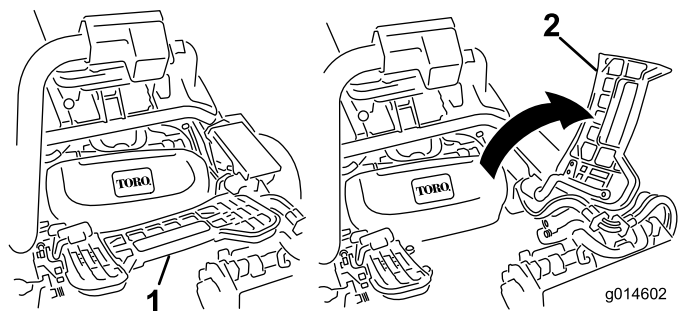

Figure 55
2. Relevez le repose-pieds pour accéder à la position de l'unité de coupe centrale (Figure 55).